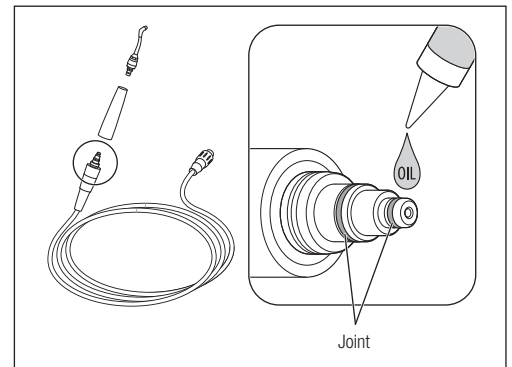

Fig. 44
- 4) Appliquez une goutte de l'huile pour turbine fournie et étalez-la avec le doigt (Fig. 44).